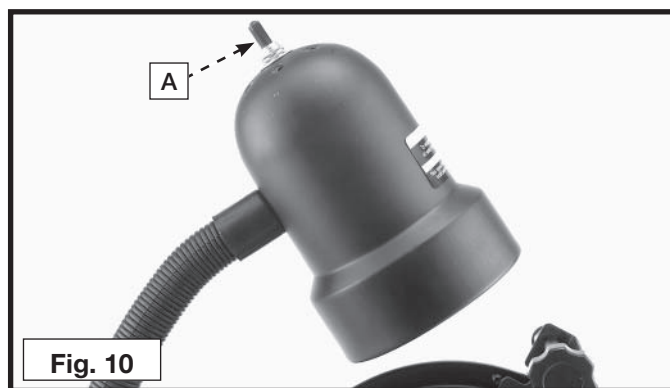

Fig. 10
La lámpara flexible funciona independientemente de la rectificadora. Para encender y apagar la lámpara, gire el interruptor (A) Fig. 10.